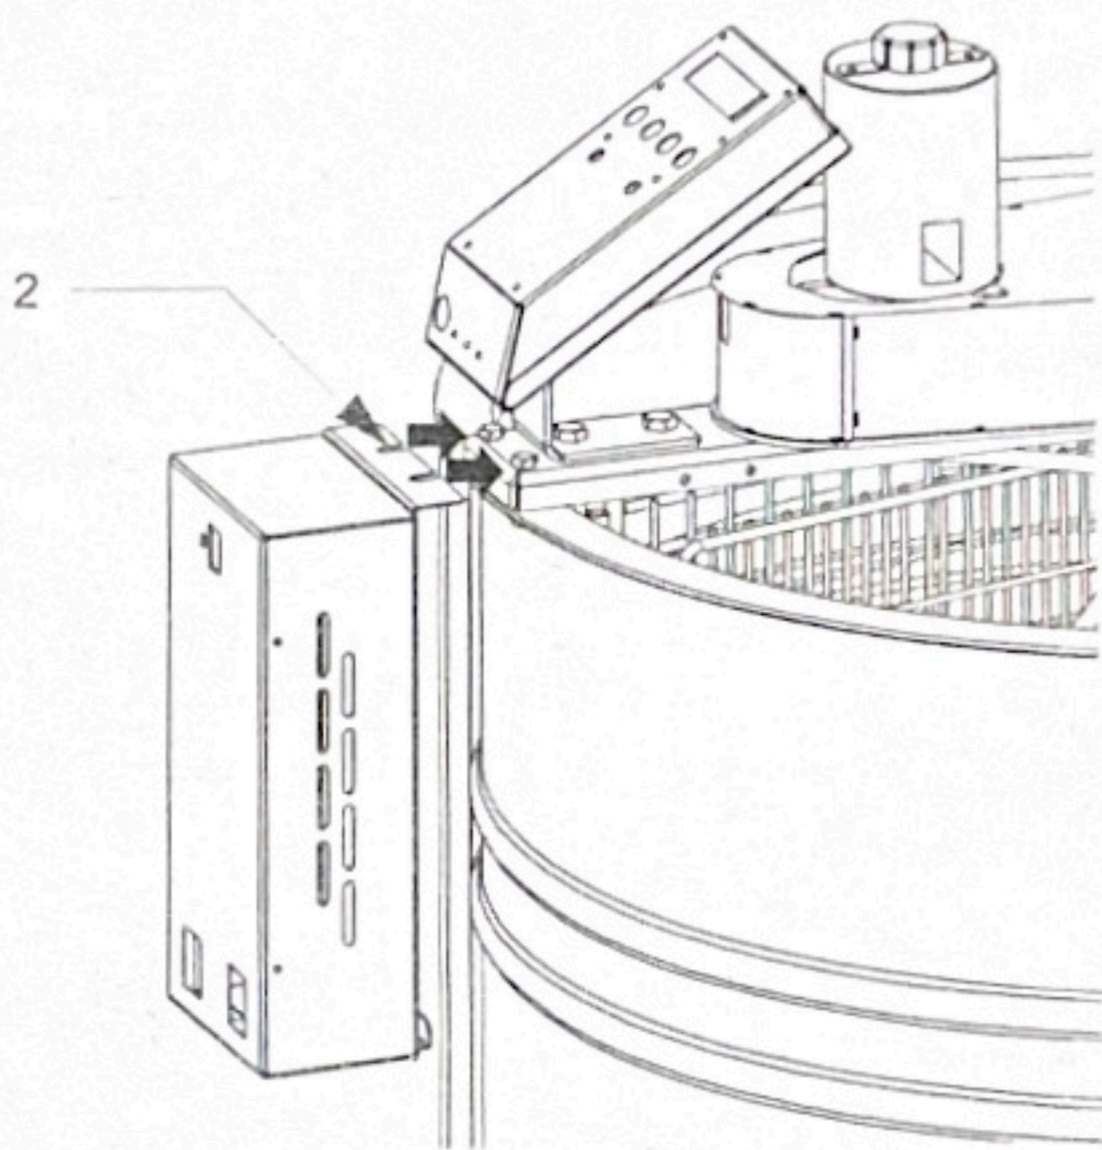

Рисунок 2. Направление и место установки источника питания.
2. Установить, два вырезанных в верхней части источника питания паза, под шляпки болтов М6 (см. рисунок 2).